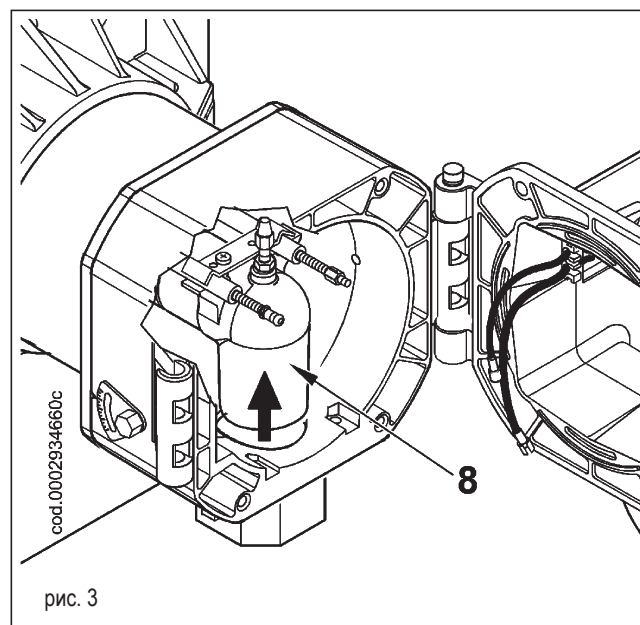

рис. 3
Слегка приподнимите патрубок подачи газа (8) (рисунок 3) и изымите полностью узел смесителя в направлении, указанном стрелкой (9) на рисунке 4. Завершив техническое обслуживание установите головку горения и после проверки правильности положения электродов розжига и ионизации (смотри 0002934691), выполните операции в порядке, обратном вышеперечисленному.